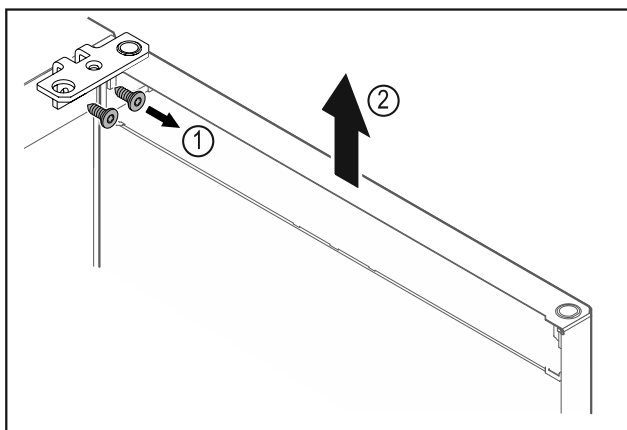

Fig. 9
- ▶ Odšroubujte úhelník závěsu Fig. 9 (1).
- ▶ Zvedněte dvířka včetně úhelníku závěsu Fig. 9 (2) přibližně 200 mm rovně směrem nahoru a vyjměte je.